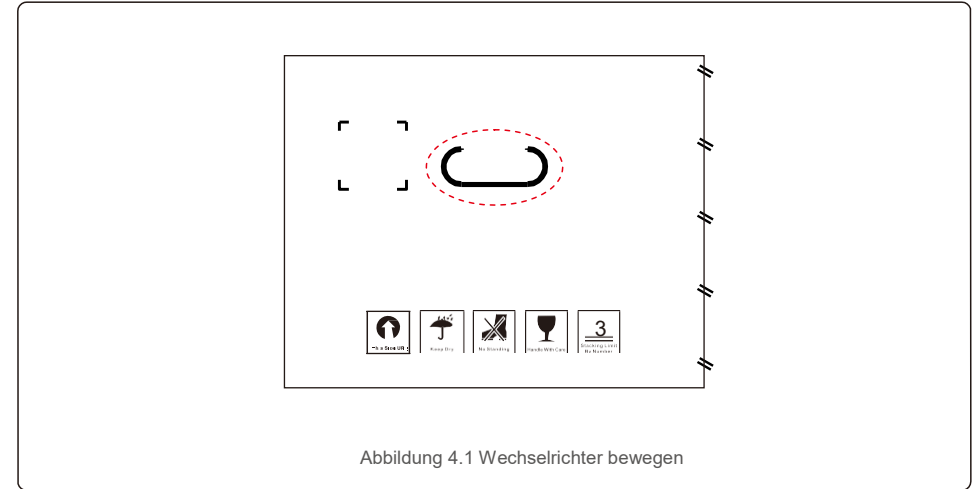

Abbildung 4.1 Wechselrichter bewegen
- 1 Die roten Kreise unten kennzeichnen Perforationen auf der Produktverpackung. Drücken Sie die Perforationen hinein, um Griffe zum Bewegen des Wechselrichters zu bilden (siehe Abbildung 4.1).